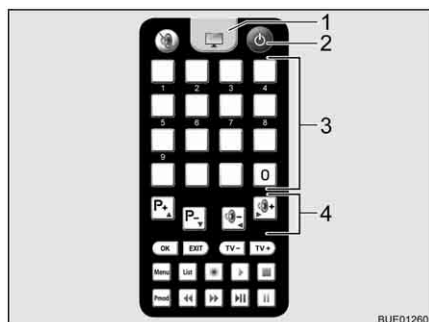

Fig. 38 Mando a distancia
- Pulsar la tecla "⏻" (Fig. 38,2) del mando a distancia.
- Ajustar la emisora deseada con las teclas de memoria (Fig. 38,3) o las teclas de función (Fig. 38,4).